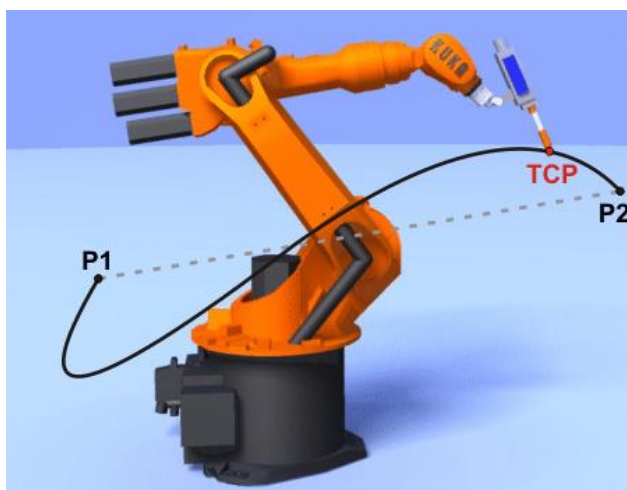

Рис. 8.7 PTP движение
1. PTP - точка-точка - движение по кратчайшему пути к конечной точке (Рис. 8.7).